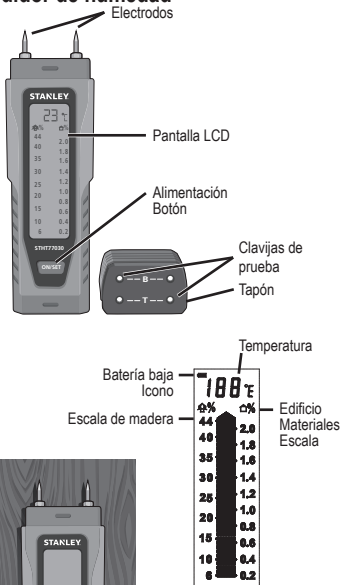

Figura 1
- En la madera, tome las medidas a lo largo de las vetas (Figura 1).